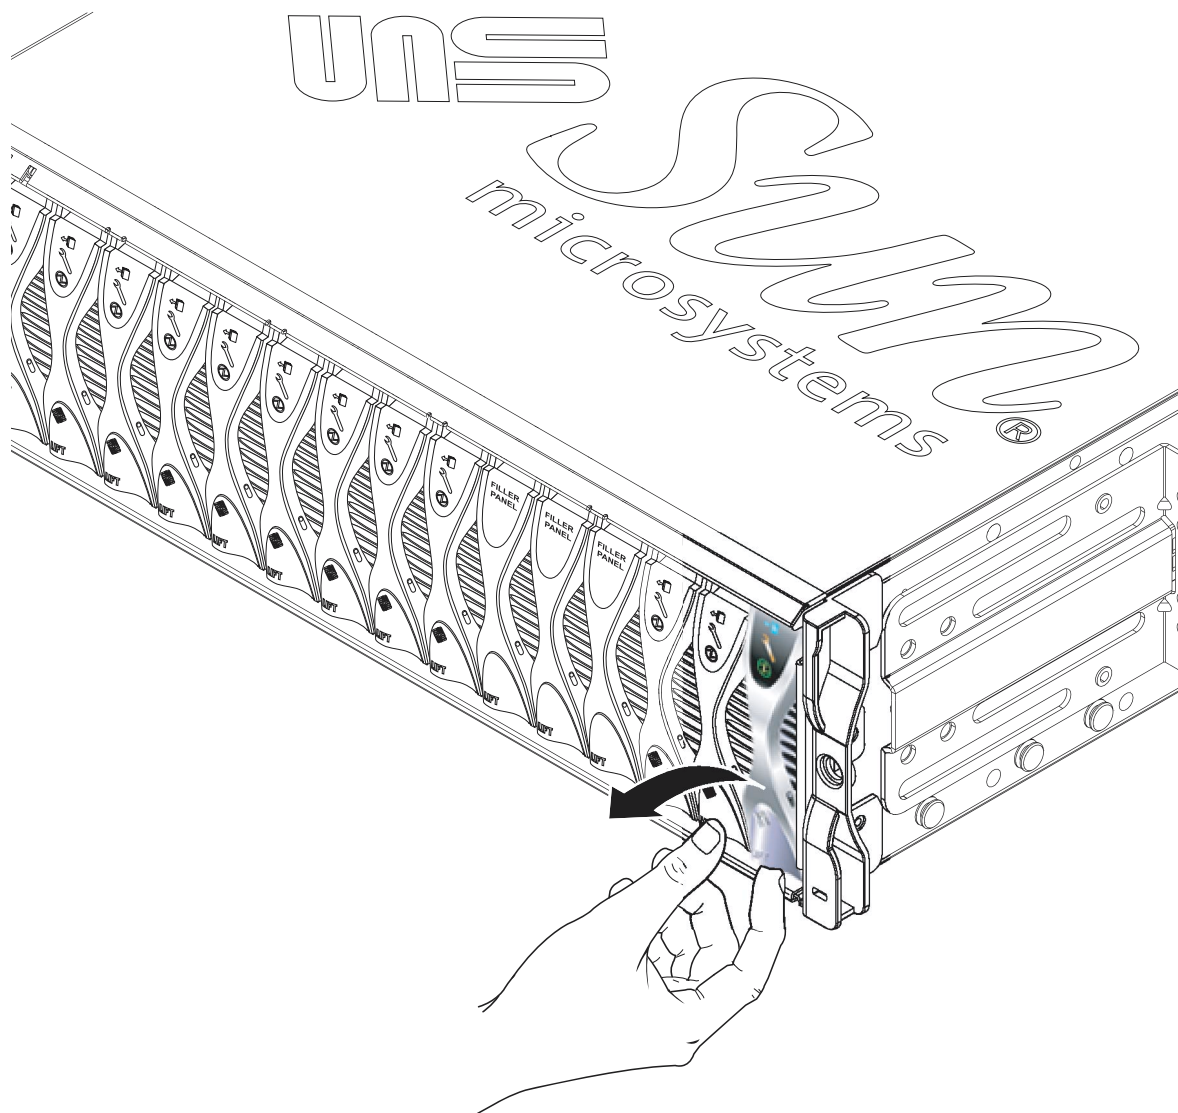

图 12-1 松开刀片锁定装置
2. 请将手指插入位于刀片弹出杆正面靠下的拖动凹陷中，并轻轻往外拉，从而使锁定装置松开（图 12-1）。